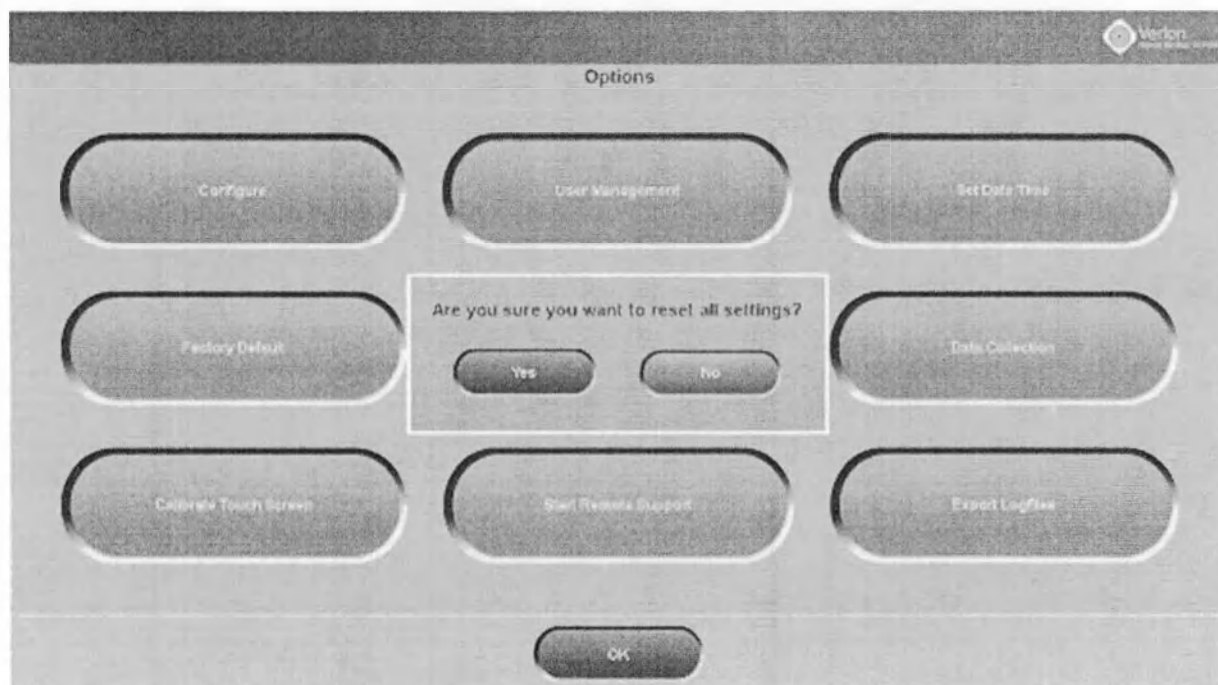

Рисунок 26: Сброс до заводских настроек по умолчанию
- Появится сообщение для подтверждения сброса всех настроек (Рисунок 26).